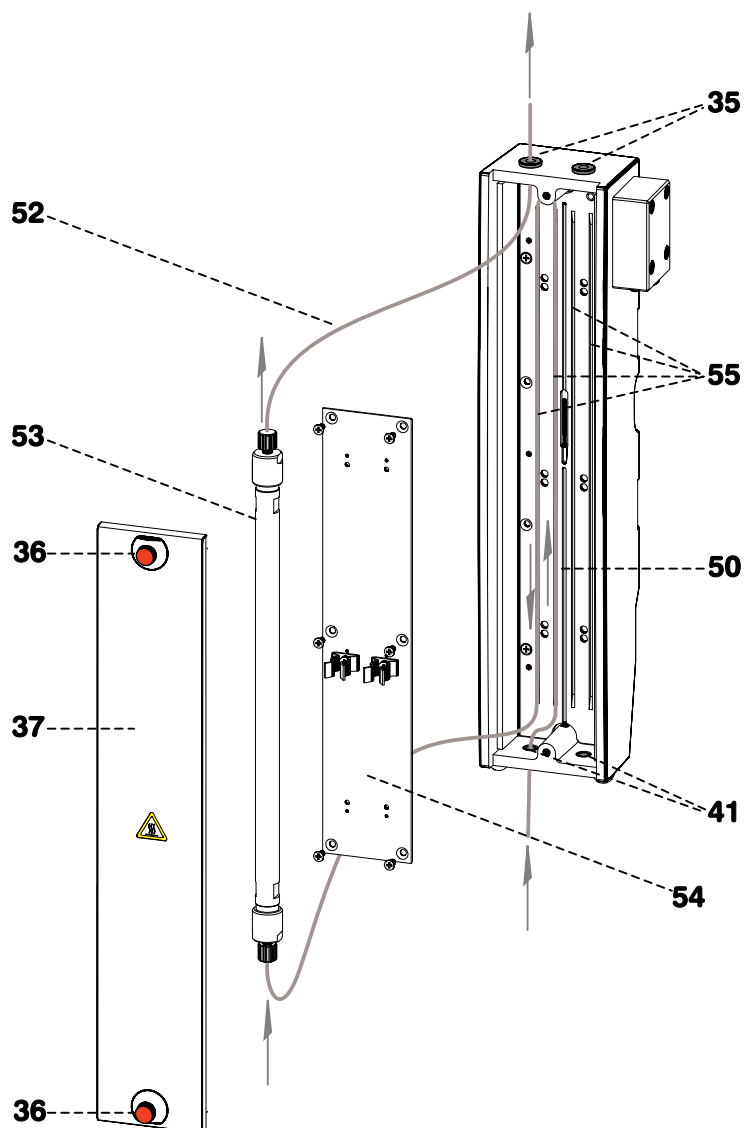

Abb. 20: Trennsäule in Säulenheizung einsetzen
- Die Säulenanschlusskapillare **50** (ca. 1 m PEEK-Kapillare 6.1831.010) durch die Durchführung **41** in der Säulenheizung führen und wie in *Abb. 20* dargestellt in die Aussparungen der Kapillarvorwärmung **55** legen.
Die Säulenheizung gemäss Kap. 2.9.2 vormontieren und Säulenanschlusskapillare **50** (siehe Abb. 20) mit einer Druckschraube am Injektionsventil **51** anschrauben.
Kapillare am Auslassende der Trennsäule **52** (siehe Abb. 20) mit Hilfe der Kupplung 6.2744.040 an der am Detektorblock **56** fest montierten Einlasskapillare **57** anschrauben.